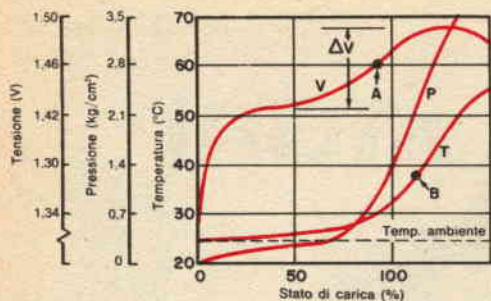

Fig. 1 - L'apparecchio per la ricarica è tarato in modo da provocarne l'interruzione al punto A.
L1 = per fig. 1-a: bobina d'antenna con presa per transistori
L1 = per fig. 1-b: bobina d'antenna per transistori
L1 = per fig. 1-c: ved. fig. 2
L2 = per fig. 1-b: da 15 a 20 spire di filo smaltato da 0,50 mm avvolte direttamente sulla bobina d'antenna. Si sistemino le spire o si invertano i collegamenti per ottenere le migliori prestazioni
L2 = per fig. 1-c: ved. fig. 2
- I parametri che possono maggiormente danneggiare l'accumulatore durante la ricarica, e quindi accorciarne la durata, sono: temperatura eccessiva, che degrada la qualità dell'elemento di separazione, e pressione troppo elevata, che causa perdite dal foro di sfogo, con conseguente impoverimento di prodotti chimici. Nella *fig. 1* sono rappresentati gli andamenti medi di tensione, pressione e temperatura, durante la ricarica, con velocità 1 C, di un accumulatore
VCO e TCO - Gli apparecchi per la ricarica rapida che impiegano il sistema VCO sfruttano quella zona della caratteristica di tensione ad elevata pendenza, che si ha in prossimità del 100% di carica. L'apparecchio può essere predisposto per interrompere la carica allorché la tensione di ogni elemento accumulatore supera 1,46 V (punto A della fig. 1). Questo livello di tensione deve essere tanto inferiore a quello di picco da rendere sicuro l'intervento del sistema, ma abbastanza alto da fornire una carica quasi completa.
Gli apparecchi per la ricarica rapida che impiegano il sistema TCO si basano sul deciso aumento della temperatura che si manifesta quando si entra nella zona di sovraccarica. L'elemento sensibile alla temperatura può essere un termostato o un termistore, montato nell'involucro della batteria di accumulatori (come nel caso dei PowerUp-15). L'apparecchio può essere tarato in modo da porre fine alla ricarica non appena la temperatura raggiunge il punto B della curva (38 °C della *fig. 1*). Come è prevedibile, la curva può avere notevoli spostamenti, a seconda della temperatura iniziale dell'accumulatore, dei cambiamenti nella velocità di ricarica, dell'autoriscaldamento dell'accumulatore, dell'isolamento termico del contenitore, e di altri fattori ancora.
Considerato come un tutt'uno, questo insieme può venire usato come se fosse un singolo transistor ad alto guadagno; anche le sue caratteristiche vengono specificate secondo questo punto di vista. La fig. 1 mostra un circuito con transistori n-p-n; esiste però anche il tipo complementare p-n-p,
Fig. 1 - Schema di un tipico Darlington di potenza monolitico. Integrati nella struttura, oltre ai due transistori, vi sono il diodo di blocco ed i due resistori in parallelo alle giunzioni base-emettitore.